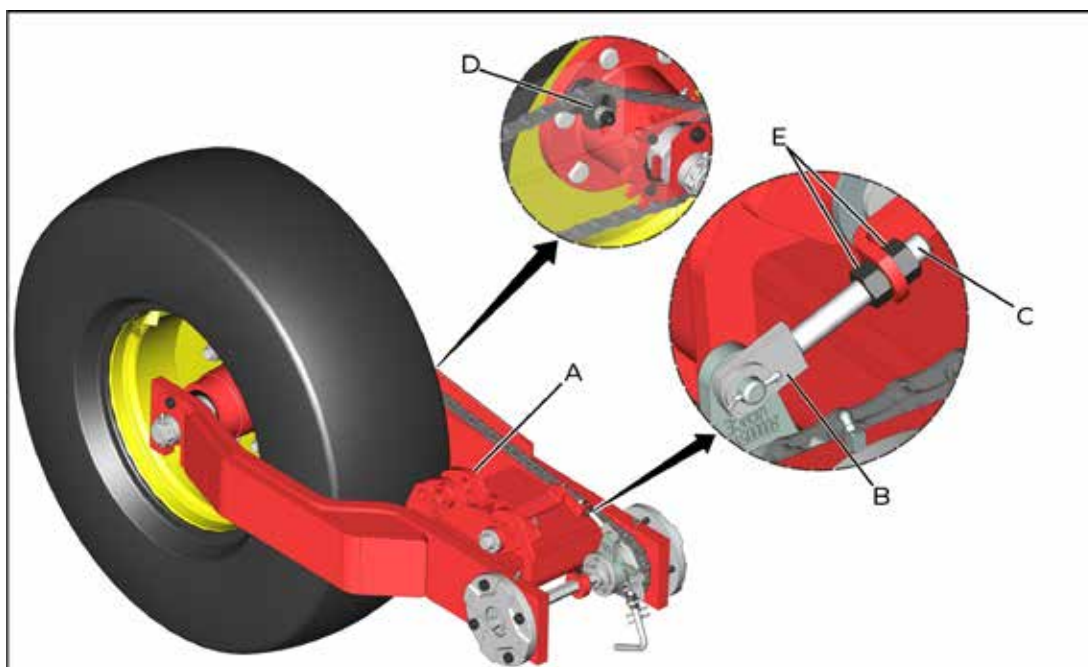

fig. 19
As semeadoras adubadoras PAMPEANA Série 02 são equipadas com catracas localizadas na transmissão intermediária. Quando o plantio é iniciado, a catraca é acionada. Quando suspensas as linhas, a catraca é desligada automaticamente através do articulador (A) (fig.19), localizado no rodado.
Ajuste a haste reguladora (B) (fig. 19) de tal forma que permite um maior ou menor tempo de abertura e acionamento da catraca, através do fuso (C) e das porcas (E).